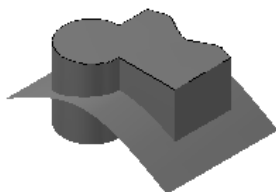

图 7.5.5 修改属性效果
Step5. 单击  按钮完成直线属性分析的操作，如图 7.5.5 所示。